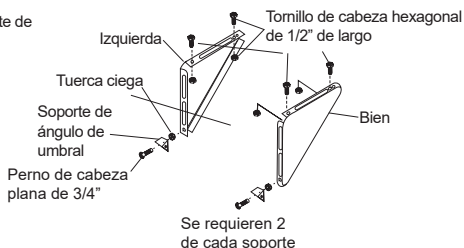

Fig.15B
2. Ensamble el soporte angular del umbral a los soportes de apoyo en la posición marcada (Fig. 15B). Apriete a mano, pero permita que se realicen cambios más adelante.